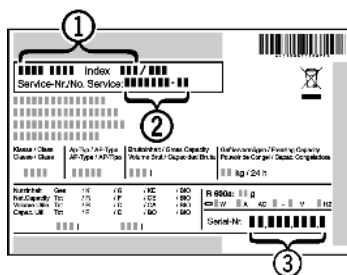

Fig. 7
- ▶ Označení přístroje Fig. 7 (1), servisní číslo Fig. 7 (2) a sériové číslo Fig. 7 (3) naleznete na typovém štítku. Identifikační typový štítek je umístěn na levé vnitřní stěně přístroje.
- ▶ Informujte zákaznický servis a sdělte poruchu, označení přístroje Fig. 7 (1), servisní číslo Fig. 7 (2) a sériové číslo Fig. 7 (3).